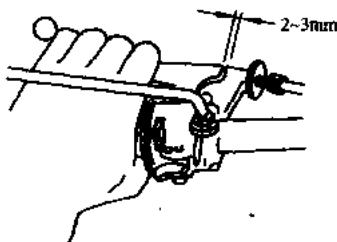

图 1-2 检查离合器握把自由行程
(5)检查离合器握把自由行程量,如图 1-2 所示。该处自由行程量一般为 2~3mm。检查时,可启动发动机,支起中间支架使后轮悬空,然后挂档使后轮旋转,若握紧离合器握把后,后轮逐渐停了下来,或将尚在旋转的后轮制动后,抬起制动踏板后轮不再旋转,